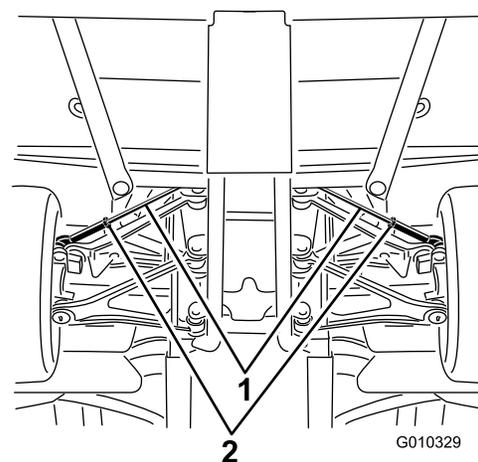

**Рисунок 56**
2. Измерьте межцентровое расстояние (на высоте оси) на передней и задней стороне рулевых колес (Рисунок 56).